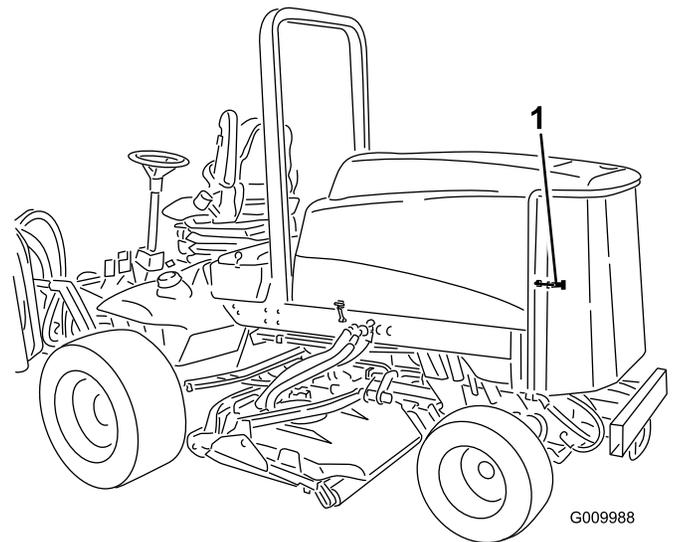

Figura 49
- Sbloccate la griglia posteriore ed apritela (Figura 49). Ripulite accuratamente la griglia da tutti i detriti.